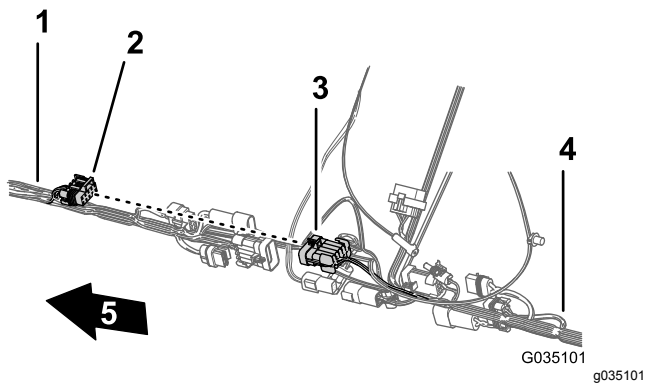

Figure 87
2. Branchez le connecteur à 10 douilles du faisceau avant pour l'interconnexion du faisceau du pulvérisateur au connecteur à 10 broches du faisceau arrière pour l'interconnexion du faisceau du pulvérisateur (Figure 87).